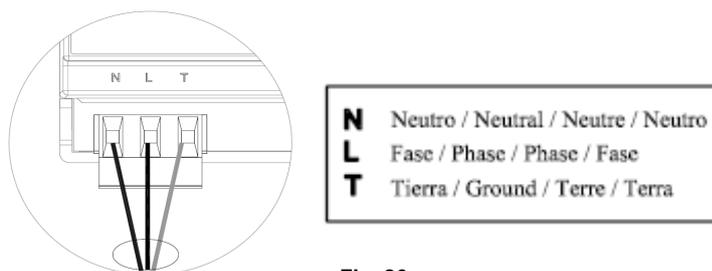

Fig. 26
La conexión de alimentación eléctrica al módulo la realizaremos mediante una borna de 3 pines ②. Para ello fije el cable con los tornillos de la borna, **respetando la polaridad de las bornas (Fig. 26).**